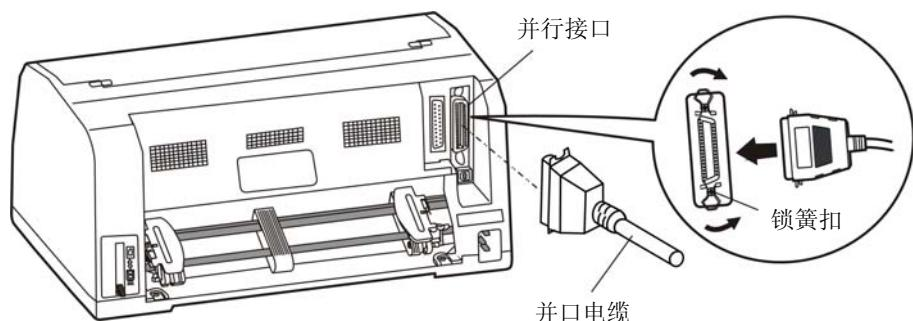
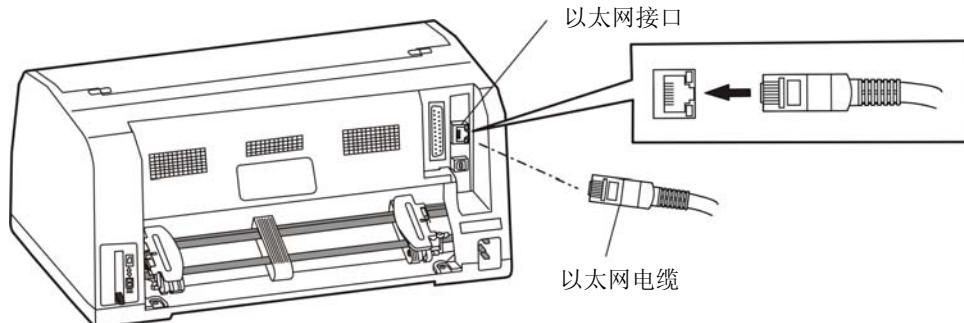
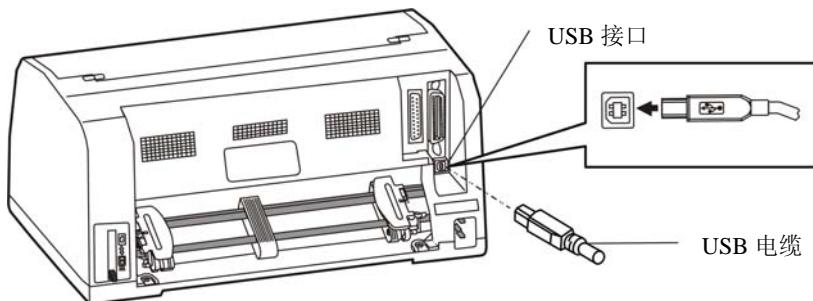
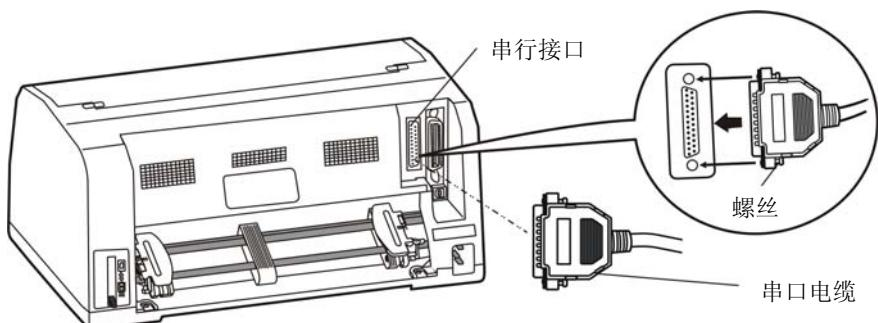

图 2-10 连接并口电缆
图 2-11 连接以太网电缆
图 2-12 连接 USB 电缆
图 2-13 连接串口电缆
本打印机可配并行接口、以太网接口、USB 接口或串行接口（产品的具体接口配置，以实物为准）。请根据需要，用相应的接口电缆把打印机与计算机相连【如图 2-10、图 2-11、图 2-12 和图 2-13 所示】。
1. 关闭计算机与打印机的电源，将并口电缆插头连接到打印机的并行接口，扣上连接器两侧的锁簧扣，固定并口电缆（如图 2-10 所示）。
将以太网电缆的 RJ-45 水晶插头一端插进打印机的以太网接口插座中，另一端插头连接到局域网的接入端（如图 2-11 所示）。
1. 将 USB 电缆的 A 端插头（扁型）插进计算机的 USB 接口插座中（如图 2-12 所示）。
1. 关闭计算机与打印机的电源，将串口电缆插头连接到打印机的串行接口，拧紧两侧的螺丝，固定串口电缆（如图 2-13 所示）。